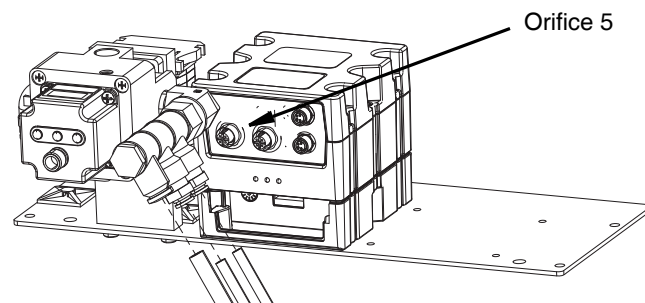

FIG. 9
4. Débrancher le connecteur de l'orifice 5 du FCM 1. Voir FIG. 9.